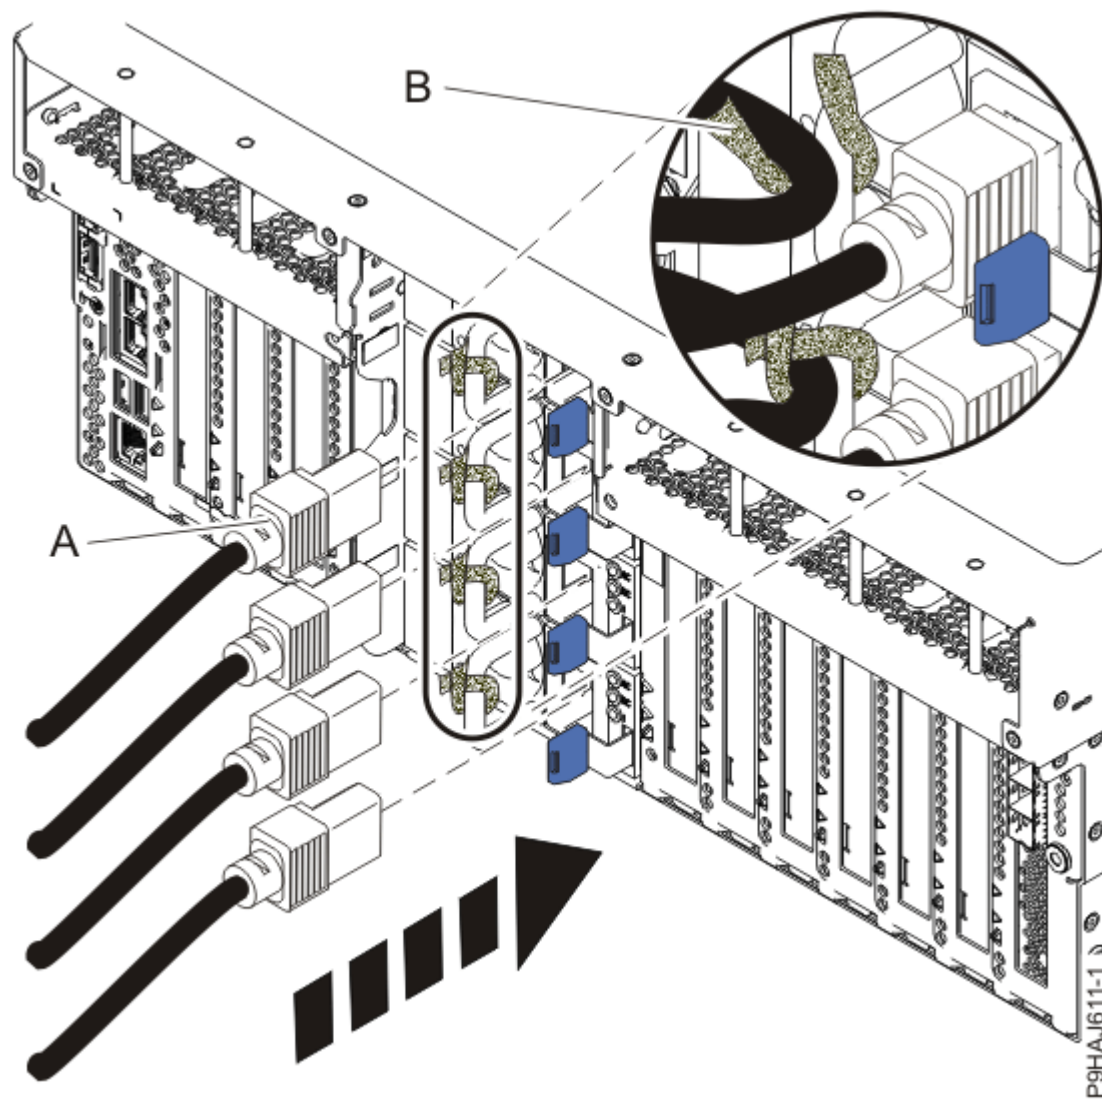
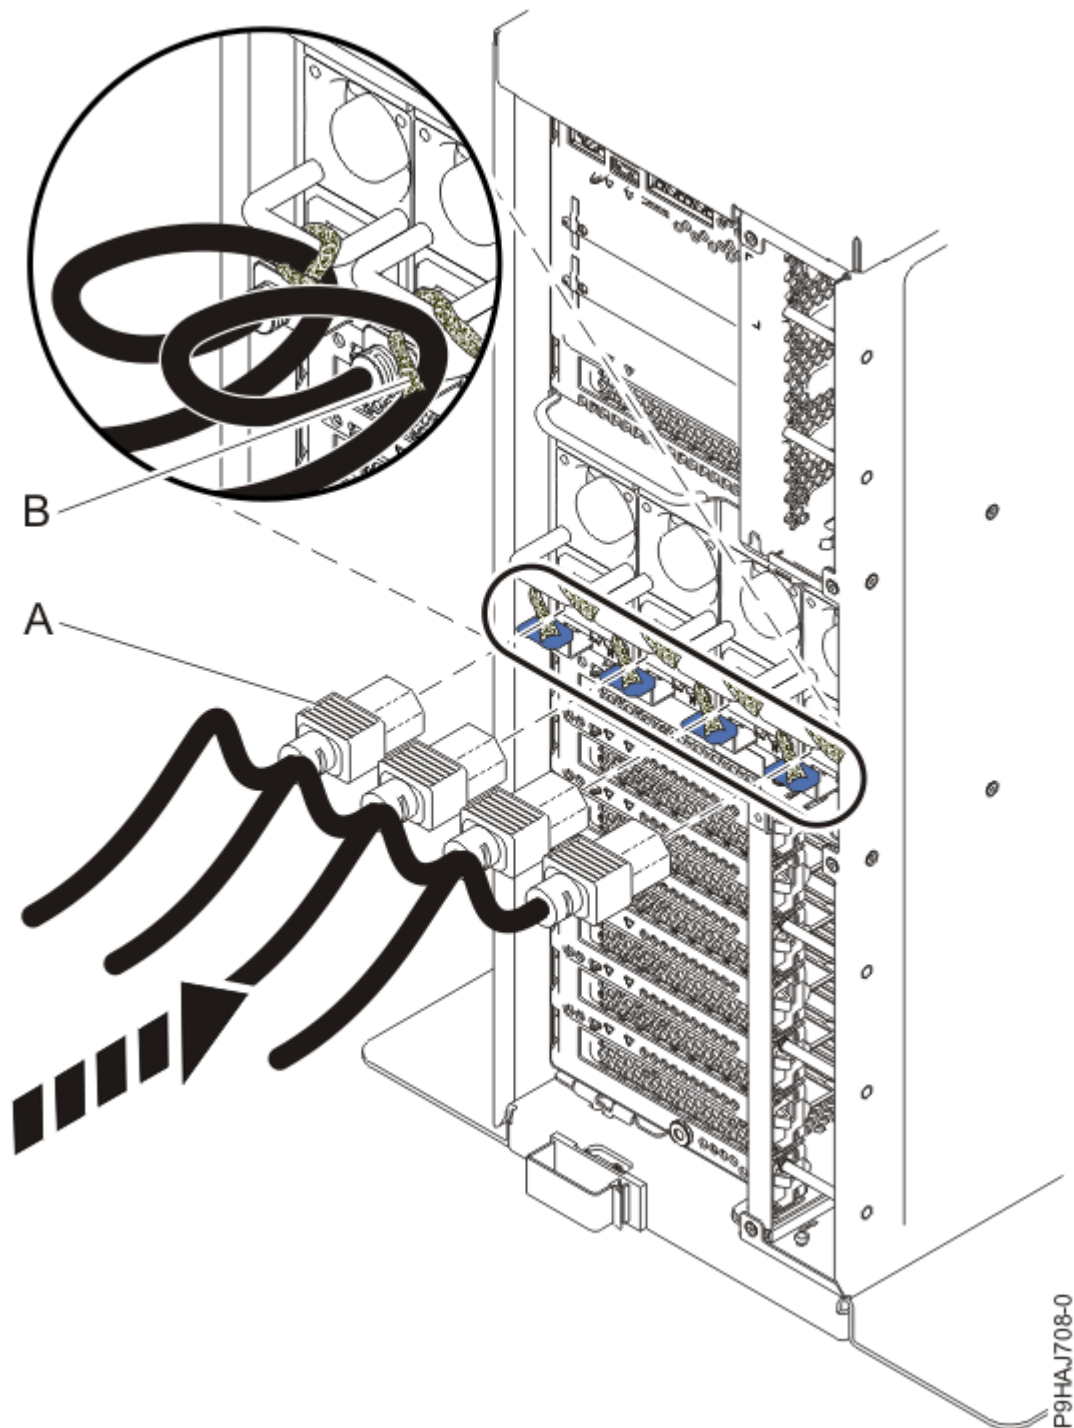

図 27. ラック・マウント型システムへの電源コードの接続
図 28. スタンドアロン・システムへの電源コードの接続
面ファスナー (B) を使用して電源コード (A) をシステムに固定します (46 ページの図 27 または 47 ページの図 28 を参照)。